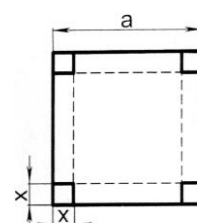

Рис. 5.10
5.16. З квадратного листа жерсті зі стороною a (рис.5.10) в кутах вирізають однакові квадрати x , загинаючи краї листа, роблять годівницю. При якому розмірі сторони квадрата x об'єм годівниці буде найбільшим?